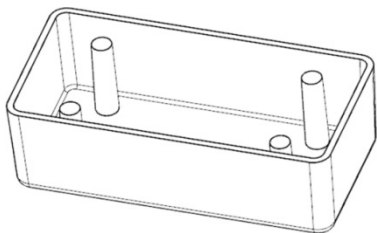

图 11-4 选取零件抽壳后的曲面
(7) 按住鼠标中键翻转实体后，逐一选取零件抽壳后的曲面，不能遗漏，如图 11-4 所示。